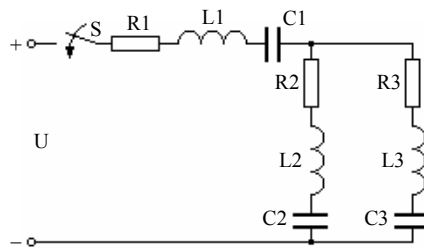

Рис. 15.5
**5. Исходные данные.** Цепь, изображенная на рис. 15.5, имеет параметры, приведенные в табл. 15.5.